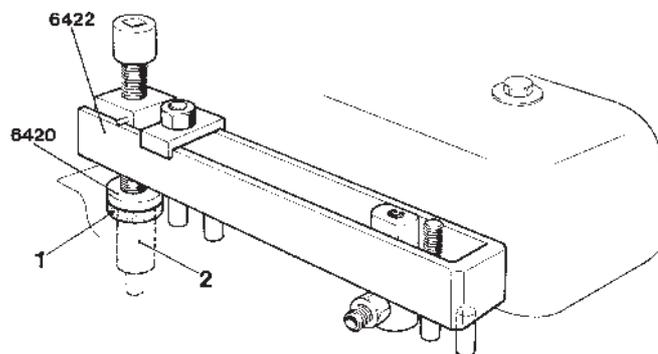

Fig. 154. Montage de la douille en cuivre et de la bague d'acier (série 70)
12. **Série 70** : monter la presse à main 6422 comme le montre la figure 154. La fixation mobile de l'outil sera vissée sur le goujon vers la douille en cuivre actuelle et le cadre de l'outil devra venir s'appuyer contre le boulon de l'injecteur le plus proche. Une alternative consiste à visser l'outil sur deux goujons suivant le cylindre où est effectué le travail.